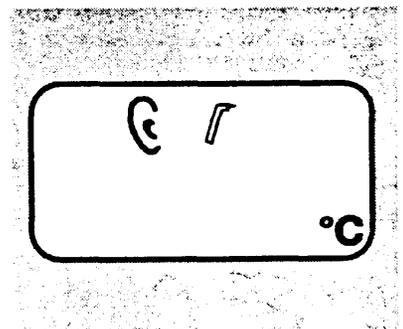

Abb. 7
- Das Gerät zeigt  (nicht bereit) an, solange der Eigentest läuft. Nach ca. zwei Sekunden erscheint  (bereit) (Abb. 7). Das Thermometer ist einsatzbereit. Ist keine Schutzkappe auf das Thermometer aufgesetzt, so erscheint das Symbol  in der Anzeige und es kann nicht gemessen werden. Haben Sie aus Versehen das Thermometer ohne Schutzkappe in den Gehörgang eingeführt, reinigen Sie die Linse (siehe S. 19) und setzen dann eine neue Schutzkappe auf. Das **Schutzkappen-Symbol**  wird aus der Anzeige verschwinden und Sie können nun wieder eine Temperaturmessung vornehmen. Wird innerhalb der nächsten zwei Minuten keine Messung vorgenommen. So schaltet sich das Thermometer automatisch ab.